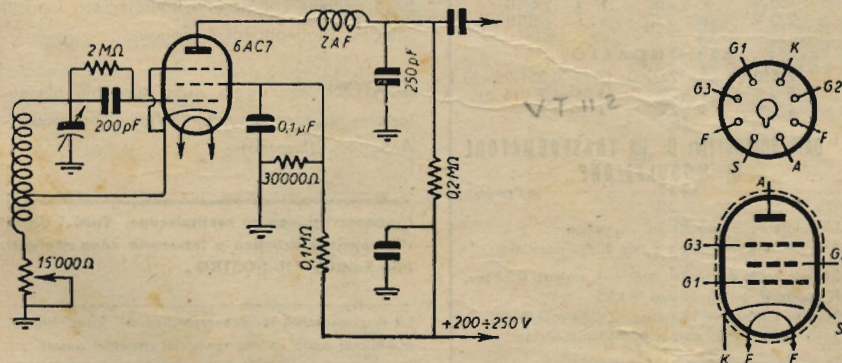

Fig. 42 (Cons. 6659). Ricevitore a reazione e collegamenti alle zoccolo del tubo 6AC7.
1) Il tubo 6AC7 può funzionare come ricevitore a reazione adottando lo schema riportato nella fig. 42. Il medesimo schema serve anche per il tubo 6RV.